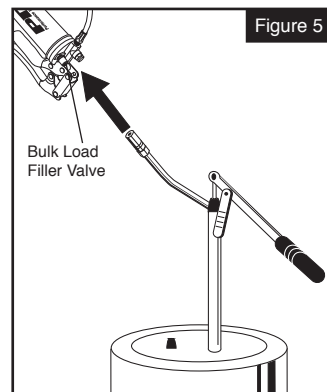

Figure 5
1. Make sure the valve is compatible with the adapter on the pump. (Figure 5)
1. Asegurese que la válvula sea compatible con el adaptador en la bomba. (Fig. 5)